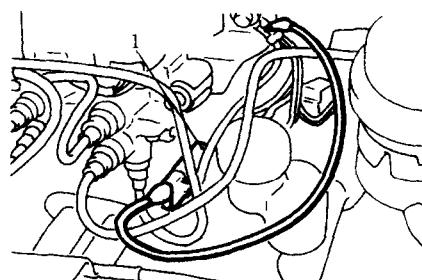

图 15 点火正时调整插接器位置——1993款华丽车 2.0L (4G63) 发动机
②在点火线圈插接器上找到一接线插头, 在 TACH 端子插接器后部插入一个纸夹用于连接转速表, 然后将转速表接到纸夹上, 如果测量值不符合要求, 调整怠速值达到要求。
③关闭发动机, 从点火正时调整插接器(棕色, 位于驾驶室前壁中心)上拆下防水套, 并用跨接线将插接器接地(图 15)。